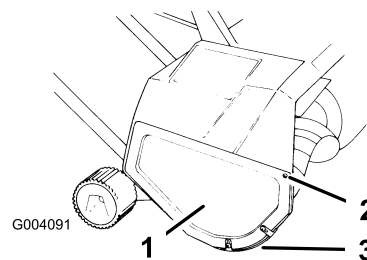

Figure 13
1. Verwijder de 3 schroeven waarmee de rechterkap en de ski zijn bevestigd aan het frame van de sneeuwruimer (Figure 13).